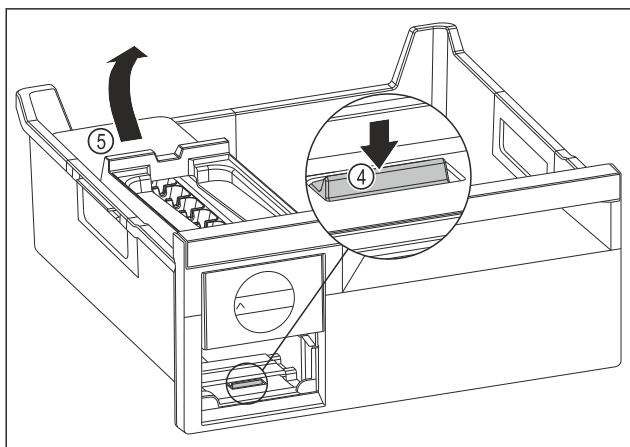

Fig. 77
- Odoberte korpus EasyTwist-Ice: Strmeň Fig. 77 (4) zatlačte prstom nadol a súčasne druhou rukou zdvihnite zozadu korpus EasyTwist-Ice Fig. 77 (5).